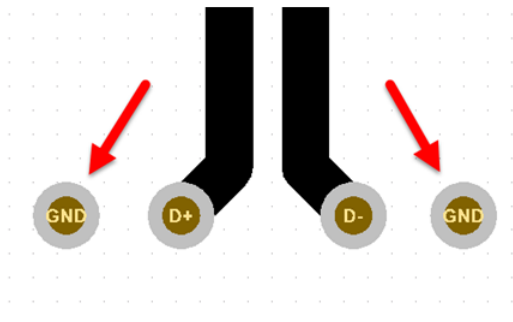

图 4-10 差分打孔换层处添加 GND 孔
5) USB差分在走线的时候，尽可能的减少换层过孔，过孔会造成线路阻抗的不连续，在每次打孔换层的地方加一对回流地过孔，用于信号回流换层，如图4-10所示。